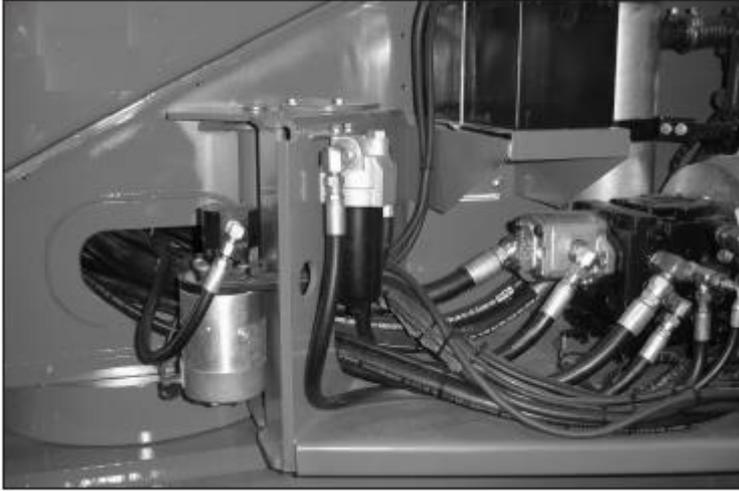

図 7.5 - ホース、チューブ、継手
1. 摩耗、漏れ、損傷がないか、すべての油圧ホース、チューブ、継手を点検します（図 7.5 を参照）。